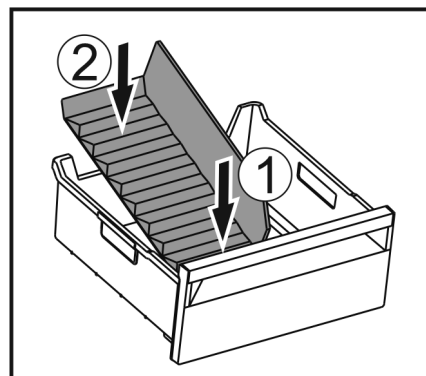

Fig. 158
- ▶ Vorderen Teil des Eisfach-Trenners einsetzen. *Fig. 158 (1)*
- ▶ Hinteren Teil des Eisfach-Trenners bis zum Schubfachboden absenken. *Fig. 158 (2)*